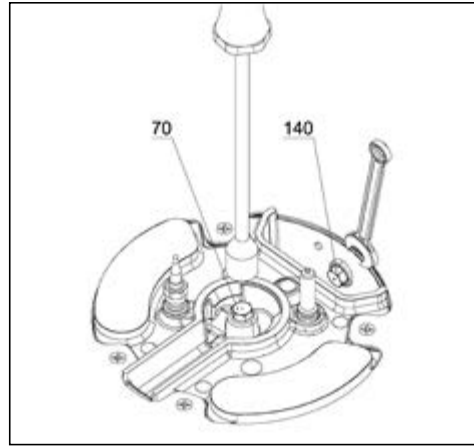

FIG. 2
- die Düse mit einem 7 mm Steckschlüssel entfernen und mit der für die gewünschte Gasart normierten Düse ersetzen. (fig. 2)